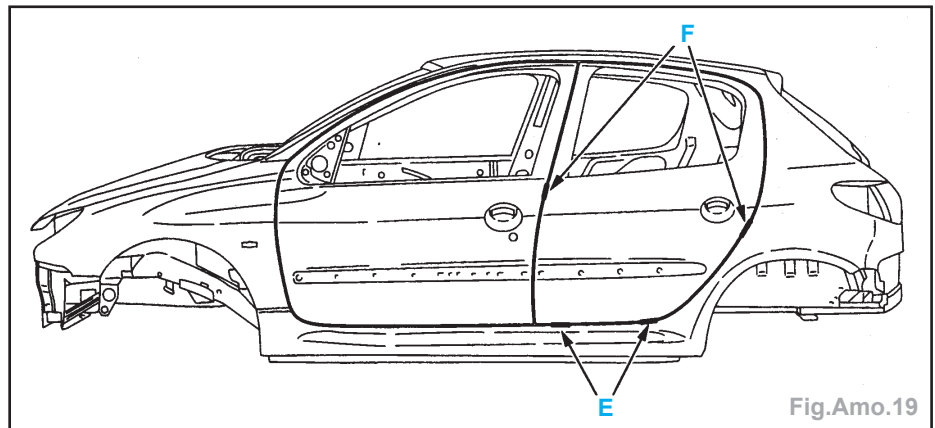

Fig.Amo.19
- Fermer la porte et contrôler les jeux (Fig.Amo.19) :
- hauteur (E) = 5 ± 2 mm,
- jeux (F) = $5 \pm 1,5$ mm,